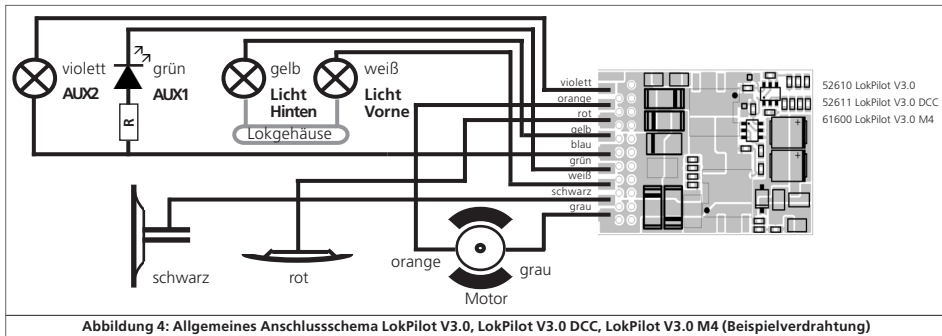

Abbildung 4: Allgemeines Anschlusschema LokPilot V3.0, LokPilot V3.0 DCC, LokPilot V3.0 M4 (Beispielverdrahtung)
a) Die Lampen / Funktionen sind mit Ihrem gemeinsamen Anschluss gegenüber dem Lokgehäuse isoliert (also potentialfrei). Der dann nötige Anschluss wird in Abb. 4 am Beispiel AUX1 und AUX2 dargestellt. Voraussetzung hierfür ist, dass die Funktionen in der Lok potentialfrei sind, d.h. außer zu den Funktionsaus-
Sollen Leuchtdioden (LEDs) an die Funktionsausgänge angeschlossen werden (vgl. Abb. 4, Ausgang AUX1), muss zwingend ein Vorwiderstand eingebaut werden. Dieser sollte zwischen 470 Ohm und 2,2kOhm liegen. Ein Betrieb ohne Vorwiderstand führt zur Zerstörung der LED!
Diesen Fall zeigt Abb. 4 an den Lichtausgängen beispielhaft (Die Stirnlampen können natürlich auch wie in Fall a) verschaltet werden). Die Verdrahtung ist zwar einfacher, die resultierende Spannung an der Birne aber auch um etwa die Hälfte geringer.
Wie in Abbildung 4 gezeigt, ist auch ein „Mischbetrieb“ erlaubt.